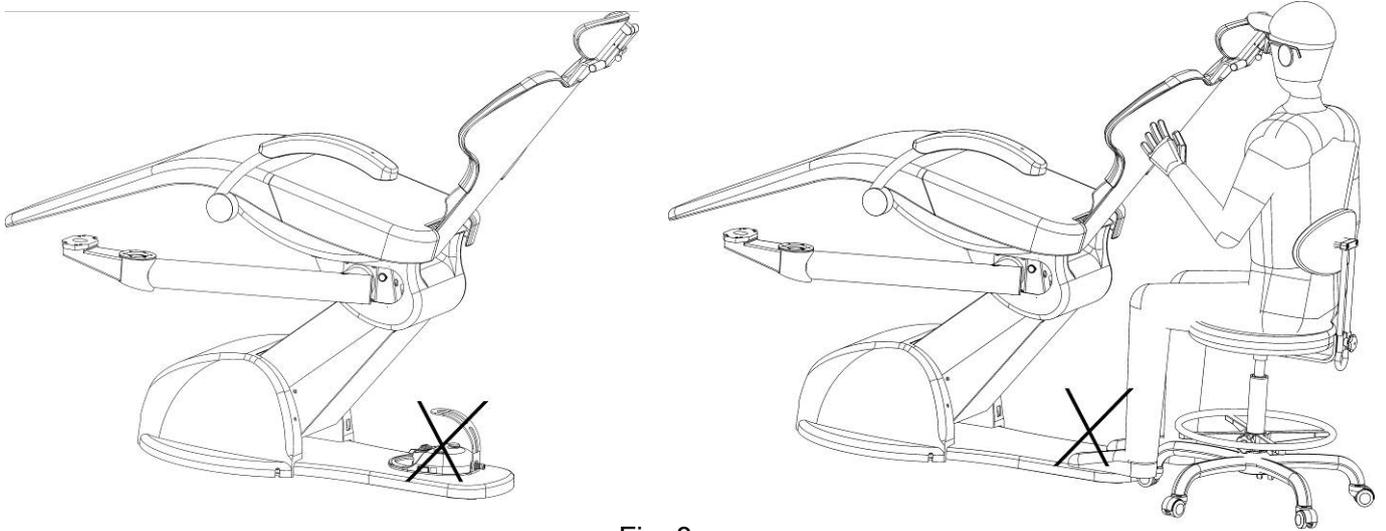

Fig. 8
- Non posizionare il comando a pedale sul rivestimento o sulla base della poltrona: potrebbe verificarsi l'attivazione accidentale dei microinterruttori degli elementi di sicurezza, ad esempio il blocco del movimento della poltrona. La mancata osservanza di queste istruzioni potrebbe comportare dei danni all'apparecchiatura o lesioni. (fig.8)